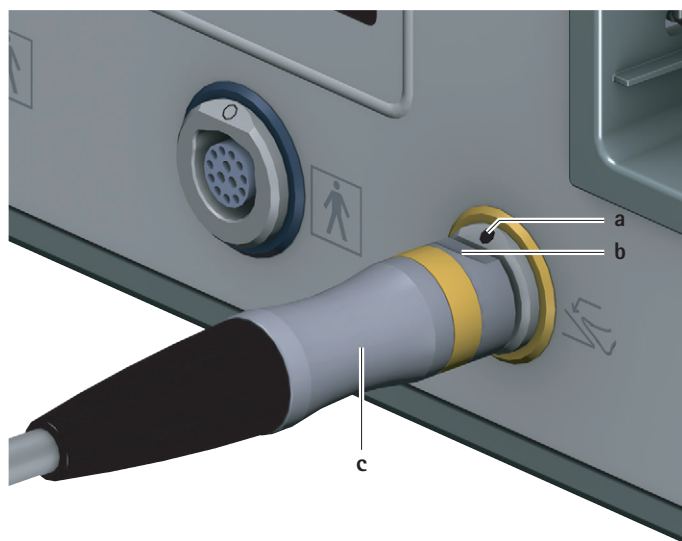

Fig. 2 Collegamento del comando a pedale
- Orientare il connettore del comando a pedale **c** in modo che la marcatura **b** del connettore coincida con quella **a** presente sulla presa di collegamento del comando a pedale **6**, vedere Fig. 2.
- Tirare il connettore del comando a pedale **c** dalla presa di collegamento del comando a pedale **6**, vedere Fig. 2.